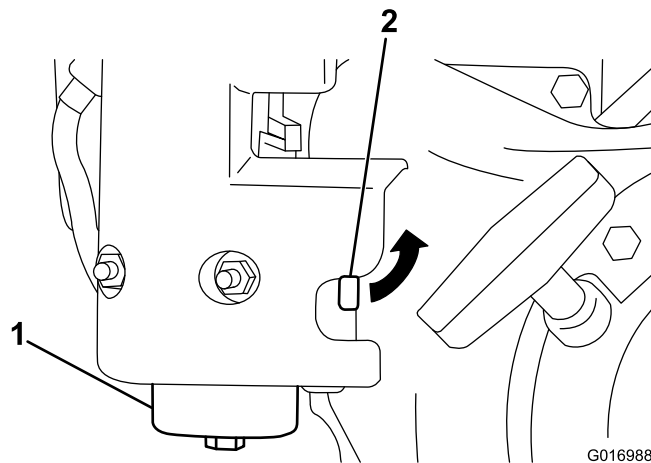

図 32
- 燃料バルブを閉じて、フィルタのボディーからボウルを外す (図 32)。